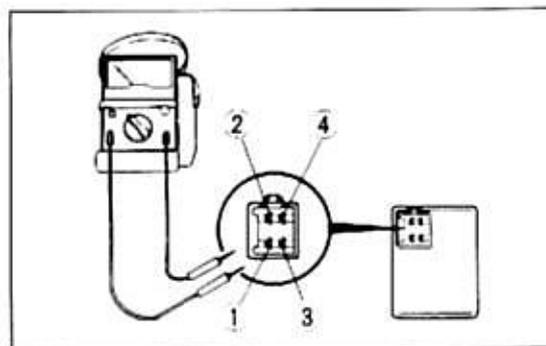

Bild 49
-  Es werden zwei Typen von Relais verwendet. Prüftabelle Bild 47 gilt für Ersatzteilnummer 05A00, Steckerfarbe weiss, Prüftabelle Bild 48 für Ersatzteilnummer 38B00, Steckerfarbe rot. Steckerbelegung (Bild 49) ist bei beiden gleich.